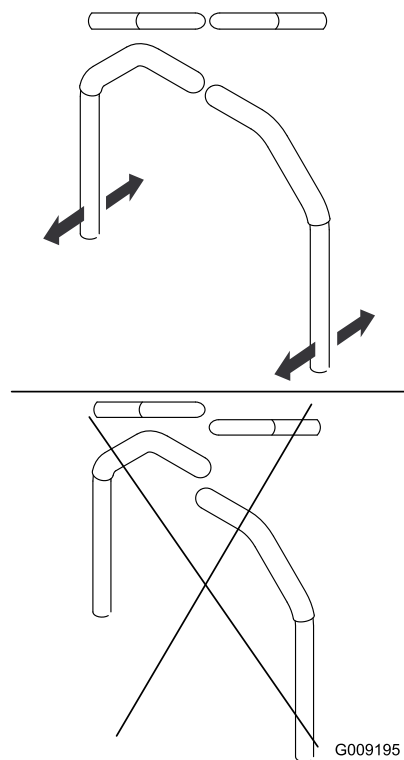

Figure 53
9. Réglez l'alignement avant/arrière des leviers en les plaçant tous deux à la position POINT MORT, puis faites-les coulisser jusqu'à ce qu'ils soient alignés, et serrez les boulons (Figure 53).